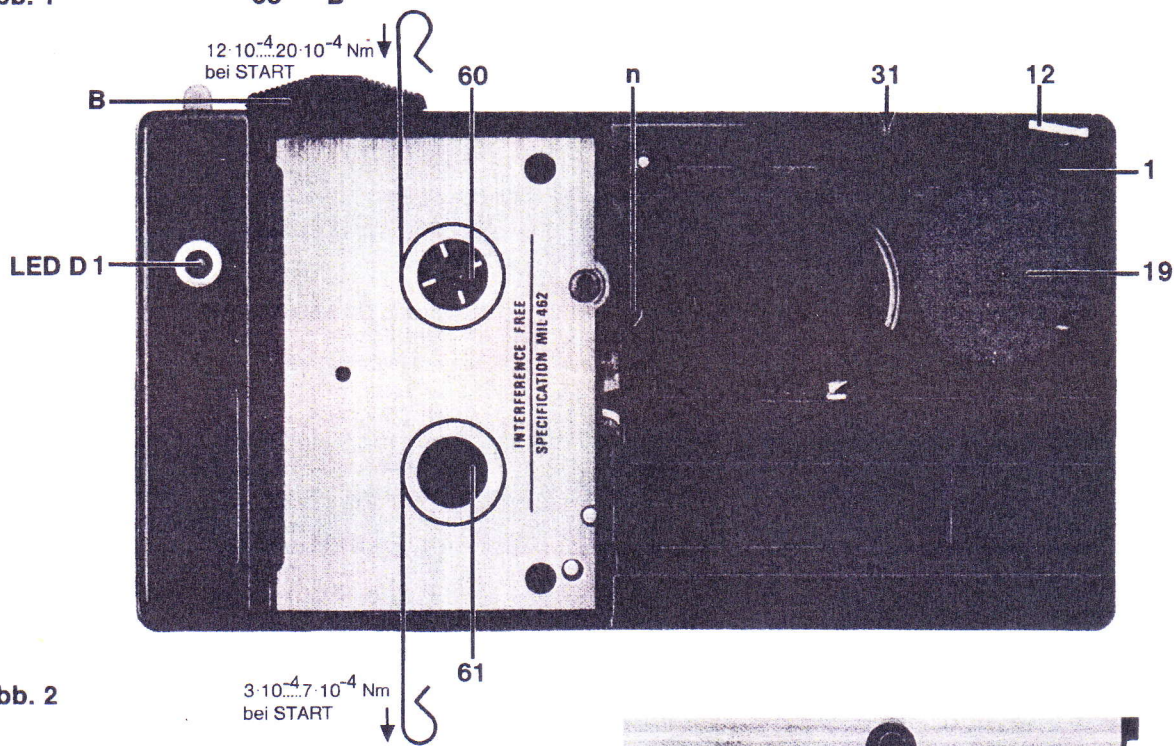

Abb. 2
- Andruckrolle durch Drücken des Rasthebels **31** (Abb. 2) in „START“-Stellung bringen.
Das Aufwickelmoment der Vorlaufkupplung **60** (Abb. 2) soll $12 \cdot 10^{-4} \dots 20 \cdot 10^{-4} \text{ Nm}$ ($\approx 12 \dots 20 \text{ pcm}$) betragen. Gemessen mit Meßpulley Sach-Nr. 36006-350.00 und Kontaktor bzw. Federwaage.
Liegt das Meßergebnis außerhalb der angegebenen Toleranz, muß die Vorlaufkupplung **60** (Abb. 2) gewechselt werden.
Das Grundbremsmoment der Rücklaufkupplung **61** (Abb. 2) soll abziehend gemessen $3 \cdot 10^{-4} \dots 7 \cdot 10^{-4} \text{ Nm}$ ($\approx 3 \dots 7 \text{ pcm}$) betragen.
— Magnetkopf und Andruckrolle durch Drücken des Rasthebels 31 in „START“-Stellung bringen (Mechanischer Teil Abb. 2).
Bei abgenommenem Schiebedeckel 2 ist die Schraube n durch ein Loch im Gehäuse zugänglich (Mechanischer Teil Abb. 2).